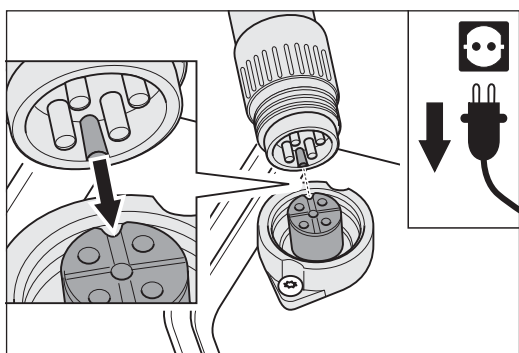
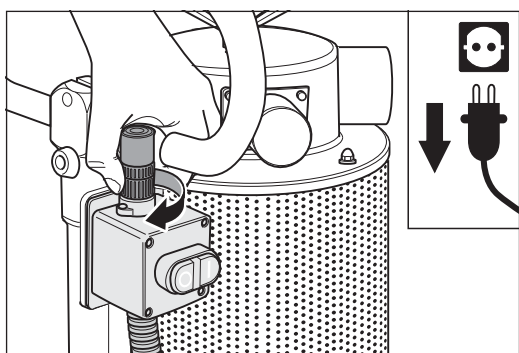

Fig. 22 Veillez à ce que l'ergot de la fiche soit introduit dans la rainure de la prise !
Fig. 23 Vissez fermement la fiche au niveau de l'interrupteur Marche/Arrêt.
- 4 Branchez la fiche de câble du détecteur de commutation de pression dans l'interrupteur Marche/Arrêt. Veillez à ce que l'ergot de la fiche soit introduit dans la rainure de la prise (fig. 22) ! Fixez la fiche en tournant la bague filetée (fig. 23).